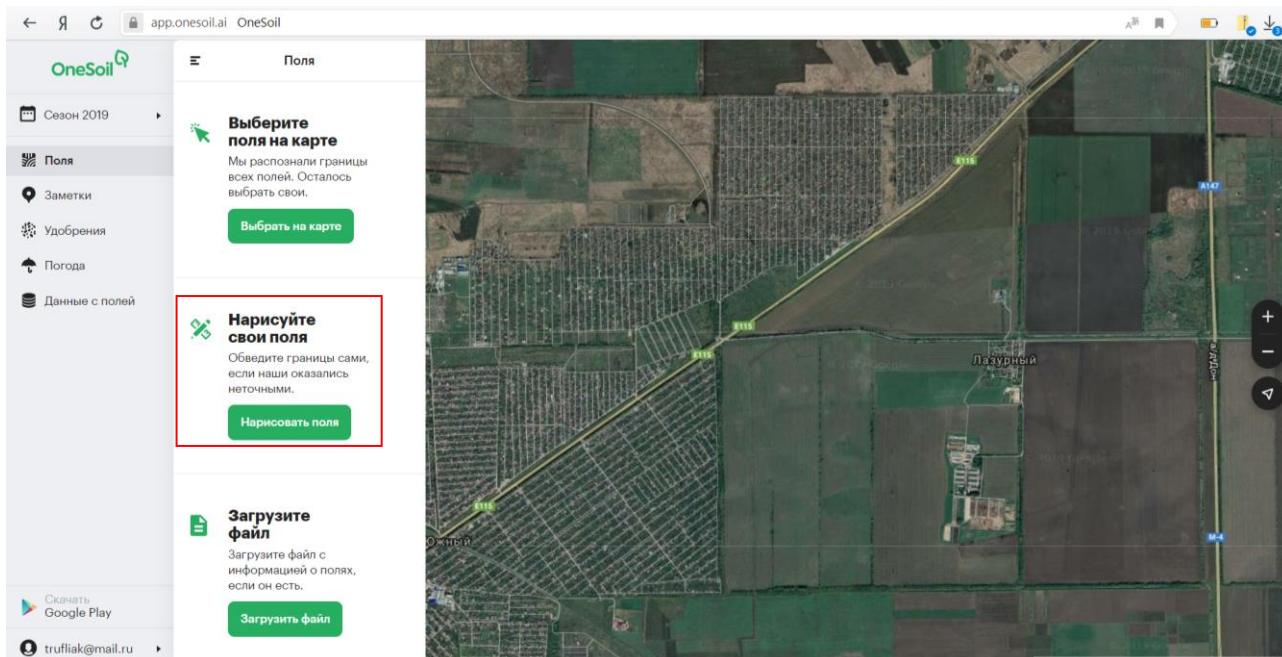

Рисунок 11.3 – Открытие системы
3. На карте найдите поля учебно-опытного хозяйства «Краснодарское» (рисунок 11.3).